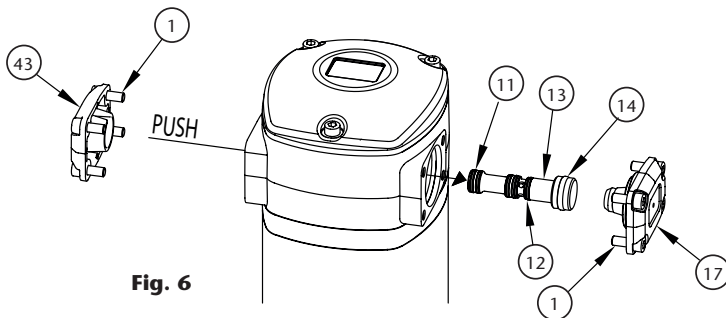

Fig. 6
DISTRIBUTEUR D'AIR (FIG. 6)
1. Dévissez les 4 vis (1) du couvercle (17) et le retirer.
2. Dévissez les 4 vis (1) du couvercle (43) et le retirer.
3. À l'aide d'un outil en plastique, tapotez doucement le distributeur d'air (13) du côté de son plus petit diamètre à travers le moteur (fig. 6), extraire le distributeur (13).
4. Remplacez les joints du distributeur d'air (4x11), (12) et (14) ou le remplacer intégralement (13) avec les joints déjà installés en usine (kit 539505). Ceci est le choix recommandé pour s'assurer que les joints soient correctement installés.